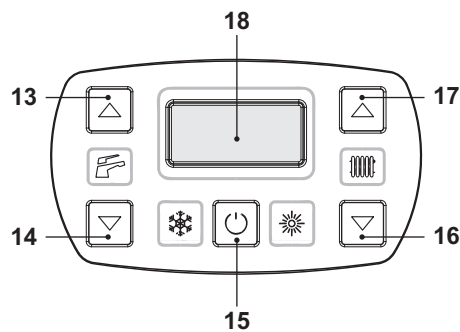
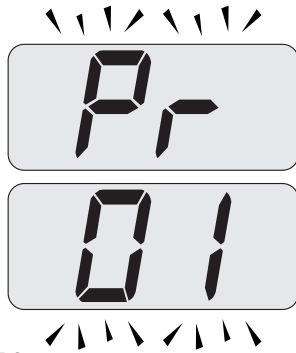

Figura 7.2
Figura 7.3
- Entre en la "modalidad de programación" pulsando simultáneamente durante 10 segundos los botones 15 - 16 - 17 (Figura 7.2) hasta que aparezcan en la pantalla LCD las letras **Pr** alternadas con el código 01, que indican la entrada en el "parámetro 01" (Figura 7.3).
- Pulse simultáneamente los botones 16 y 17 (Figura 7.2) hasta que aparezcan en la pantalla LCD las letras **LP** alternadas con el valor de temperatura del agua de calefacción (ej. **45**), que indican la entrada en la activación de la "función deshollinador" a la potencia mínima (Figura 7.4).
- Pulse el botón 16 (Figura 7.2) hasta que aparezcan en la pantalla LCD las letras **LP** alternadas con el valor de temperatura del agua de calefacción (ej. **60**), que indican la entrada en la activación de la "función deshollinador" a la potencia mínima para agua sanitaria (Figura 7.7).
- Apague la caldera manteniendo pulsado durante 2 segundos el botón 15 (Figura 7.2) hasta que aparezca en la pantalla LCD el símbolo **— —** (Figura 7.8).